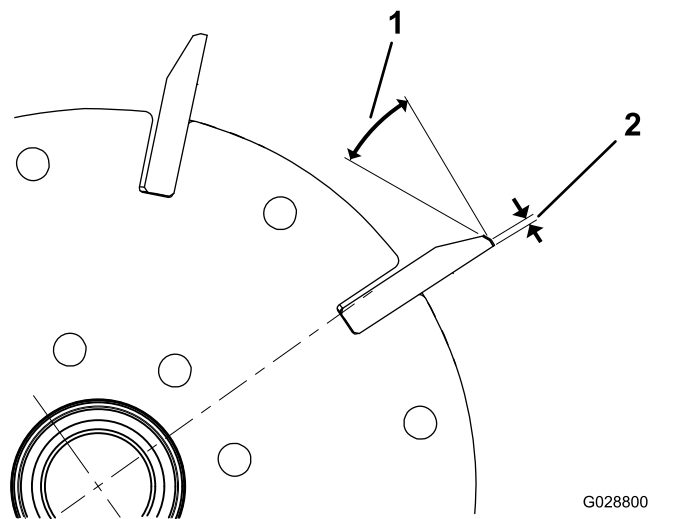
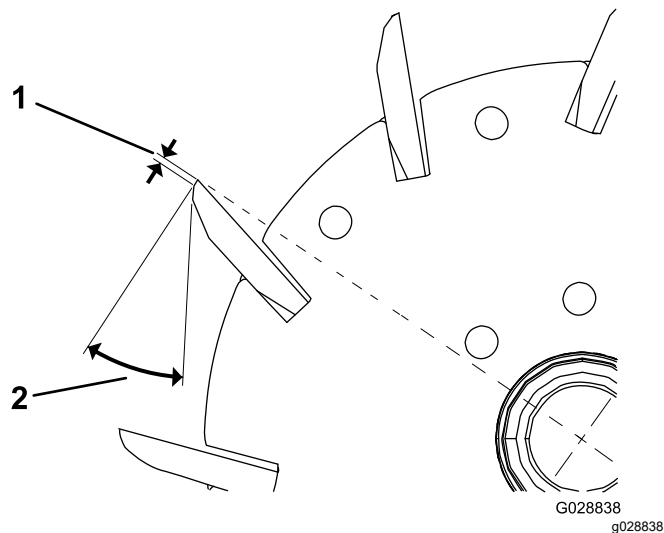

图 23
图 24
1. 对所有滚刀棱面进行 30 度铲磨直至棱面宽度达到 1.3mm 图 23 和 图 24。